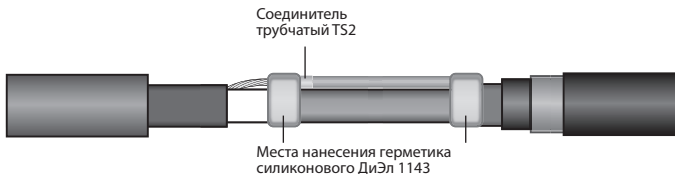

Рис. 17
7.7. Вставить в соединитель трубчатый TS2 зачищенную жилу заземляющего провода и «жгут» из экранирующей оплетки нагревательного кабеля с другой стороны. Жила должна быть вставлена в соединитель до изоляции. Опрессовать соединитель трубчатый TS2 ручным кремпером. Полученное соединение должно соответствовать рисунку 6. Затем нанести герметик ДиЭл 1143 в указанных местах (см. рис. 17).